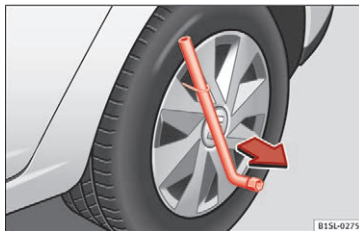

Fig. 51 Afmontering af hjulkapsel
- Skub hjulnøglen gennem afmonteringsbøjlen » **Fig. 51**, og træk hjulkapslen af i pilens retning.